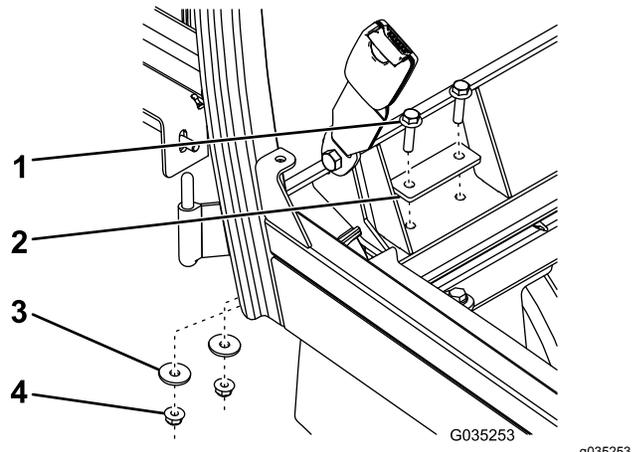

Figure 13
6. Fixez l'arrière du cadre de cabine aux supports gauche et droit au moyen de 4 boulons à embase (5/16" x 1 1/4"), 2 plaques de support, 4 rondelles plates et 4 écrous à embase (5/16"), comme montré à la Figure 13.